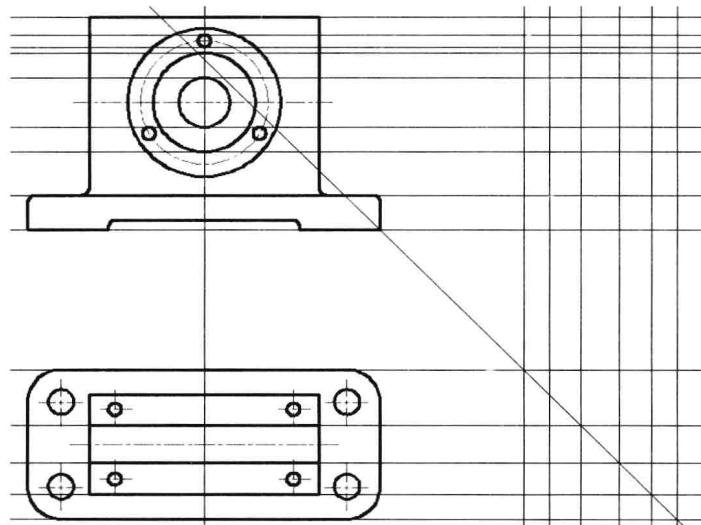

图 11-1-16
(17) 单击“构造线”按钮 构造 ，捕捉并单击图中的端点，绘制辅助线，如图 11-1-16 所示。